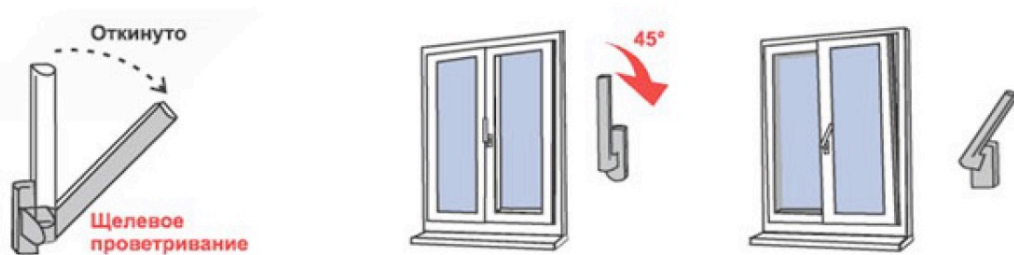

Рис.3
5) Для перевода створки в положение «Проветривание» ручку поворачивают из положения «Откинута» в положение «Проветривание» на 45 градусов (см. Рис. 3). При этом створка окна (после небольшого поворота относительно нижней горизонтальной оси) фиксируется, будучи неплотно прижатой к раме окна сверху. Зазор между рамой окна и створкой (в верхней части) в данном режиме может составлять от 5 до 10 мм. и регулируется небольшим поворотом ручки (щелевой режим).